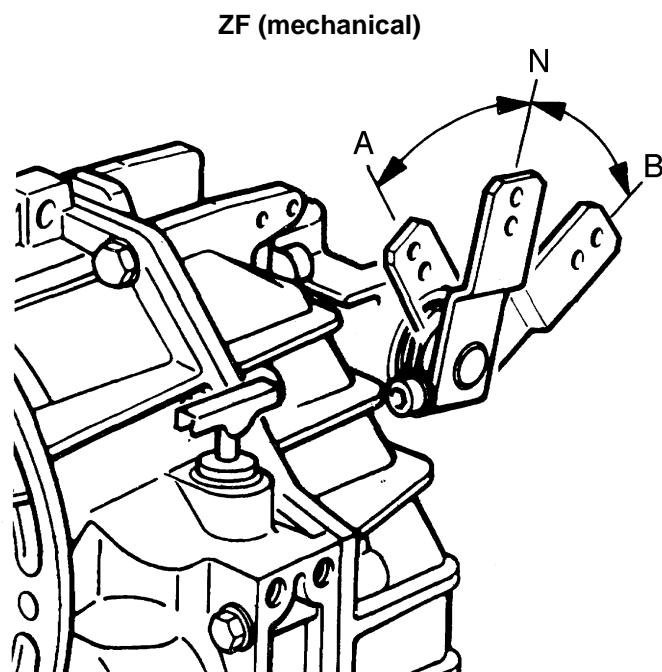

Fig. IV-1 - item 1
La trasmissione è azionata con lo spostamento della leva (figura IV-1 pos. 1) o della elettrovalvola (figura IV-1 Pos. 2).
Le changement de marche s'effectue en actionnant le die levier (figure IV-1, repère 1) ou le soupape électrique (figure IV-1, repère 2).
La transmisión se acciona con el movimiento de la palanca (figura IV-1 pos. 1) o de la electroválvula (figura IV-1 Pos. 2).